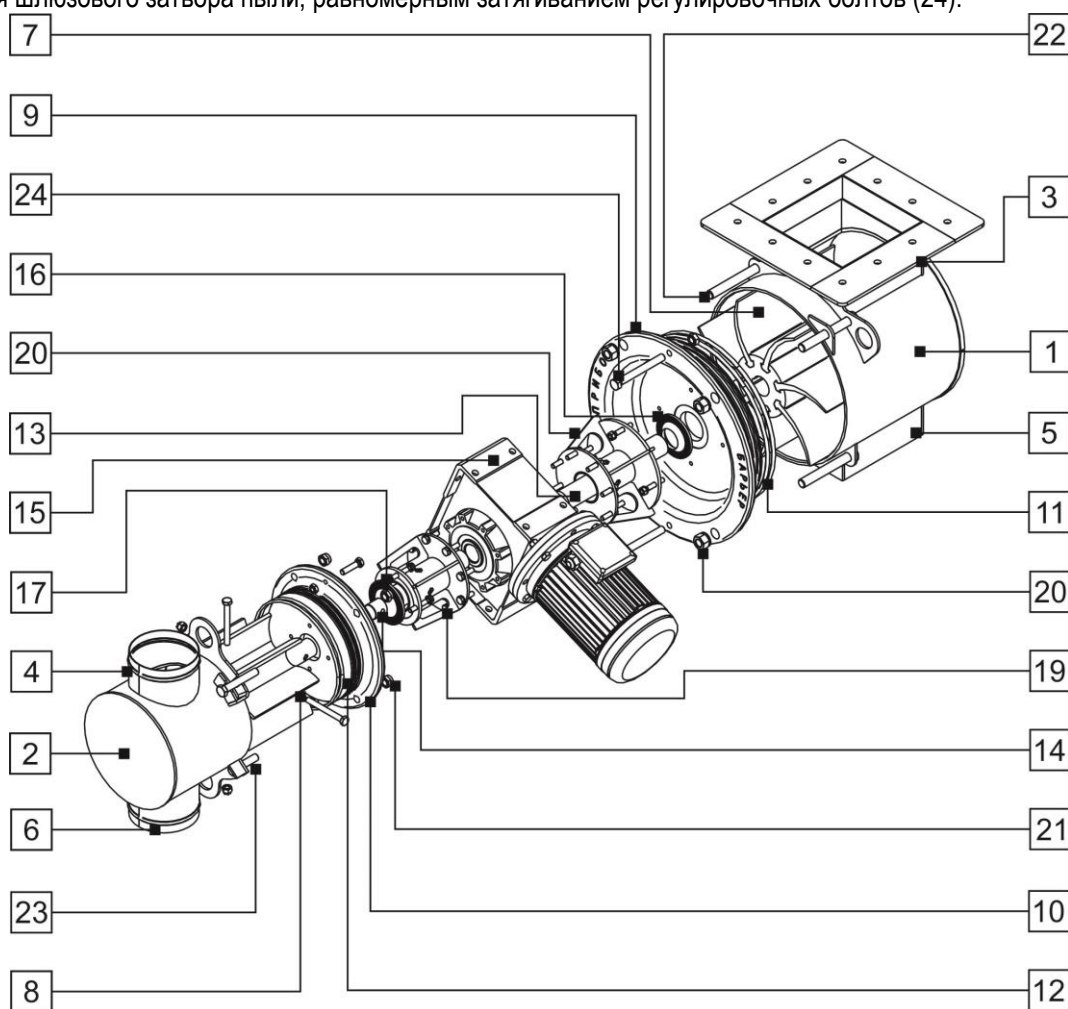

Рис. 11.6
Шлюзовой затвор БГ-20 выдачи минерального порошка и агрегированный с ним шлюзовой затвор «крупки» (Рис. 11.6) состоит из большого (1) и малого (2) корпусов, оснащённых загрузочными (3, 4) и разгрузочными (5, 6) патрубками. Внутри корпусов (1, 2) расположены сборный (7) и цельнолитой (8) эластичные ячейковые роторы. Корпусы (1, 2) закрыты подвижными крышками (9, 10), герметичность соединения обеспечивается резиновыми кольцами (11, 12). Роторы (7, 8) приводятся во вращение валами (13, 14) вставленными во втулку тихоходного вала мотор-редуктора (15). Для герметизации мест ввода валов (13, 14) в корпусы (1, 2) используются уплотнения (16, 17). Мотор-редуктор (15) сопряжён с крышками (9, 10) посредством соединительных элементов «катушка» (18, 19).